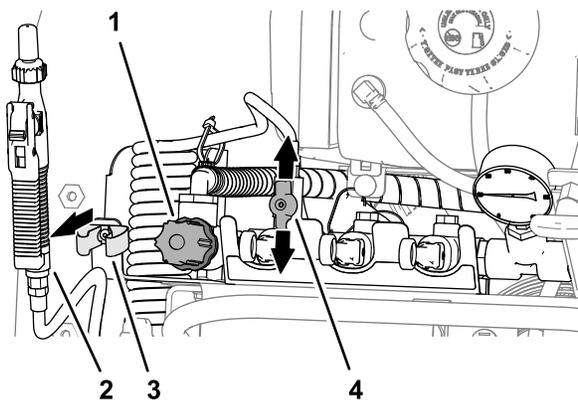

Figure 45
3. Sortez l'applicateur manuel du clip de support sur le côté gauche de la machine (Figure 45).
- Ouvrez la vanne de coupure de l'applicateur manuel (Figure 45).
- Utilisez la vanne d'étranglement (Figure 45) pour régler la pression du système de pulvérisation comme suit :
- Fermez la vanne de coupure de l'applicateur manuel, arrêtez la pompe de pulvérisation et insérez l'applicateur manuel dans le clip de support (Figure 45).